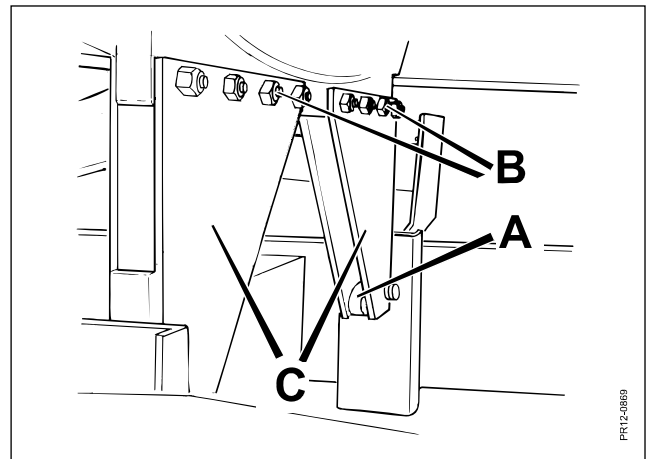

Fig. 9.9
Fig. 9.9 Støtterullerne for tippet (A) skal sikre, at der ikke er unødigt slør imellem undervogn og blandekar. En slørfri og letløbende føring sikrer en stabil og god vægtmåling.